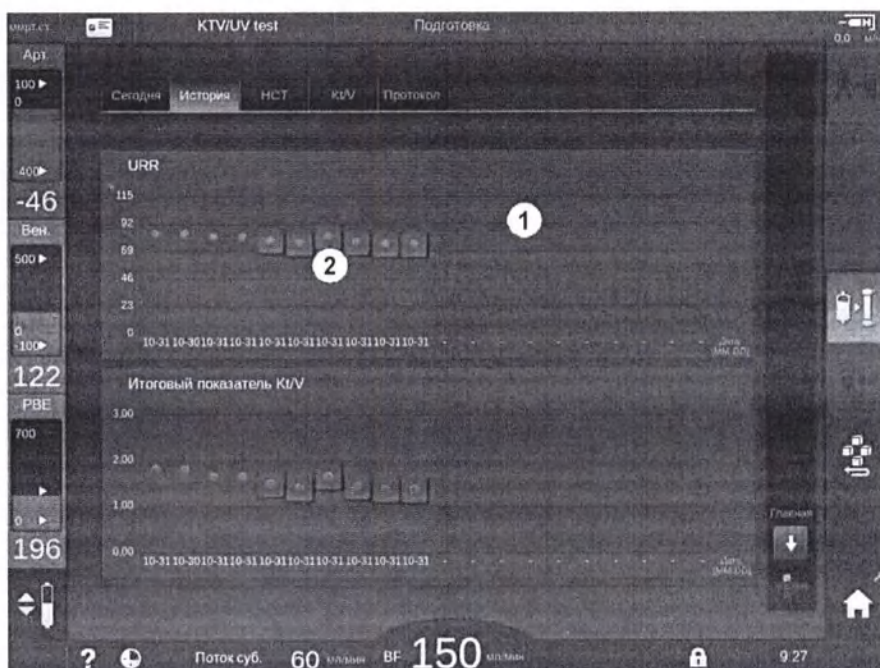
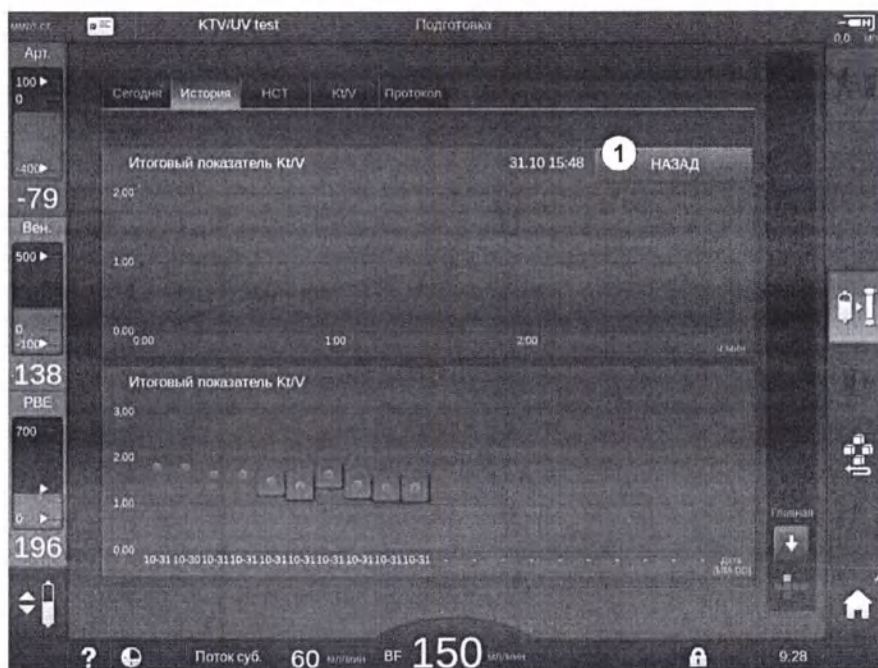

Рис. 11-11 История параметров на экране *Информация*
Рис. 11-12 Отображение динамики выбранного параметра
Для последних 6 завершенных терапий имеется более подробная информация. После касания соответствующей отметки параметра (Рис. 11-11, ②) на определенную дату, отображается динамика этого параметра для этой конкретной терапии (Рис. 11-12). Разрешение составляет 5 минут. Обзор данных закрывается при нажатии *Назад* ①.